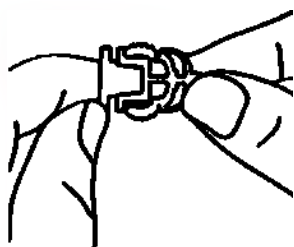

Рис.71.
3. Наденьте на разъем удлинителя катетера заглушку, как показано на Рис.71. Будьте осторожны, не погните соединительную иглу.